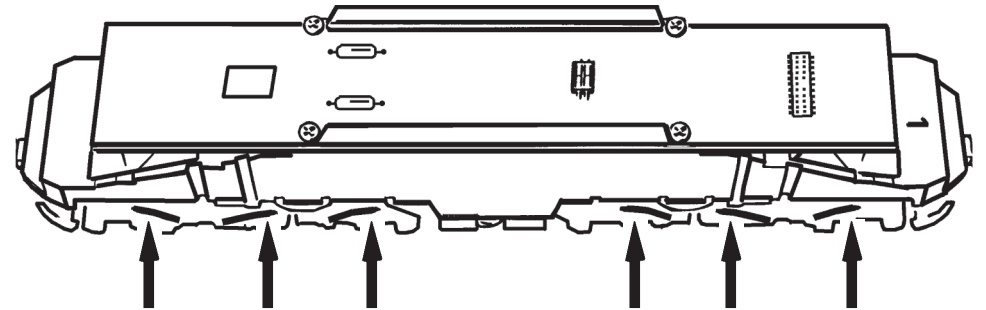

Fig. 11
Ausführung für Wechselstrom: siehe Fig. 11
A.C. operation: see fig. 11
Växelströmsversion: se fig. 11